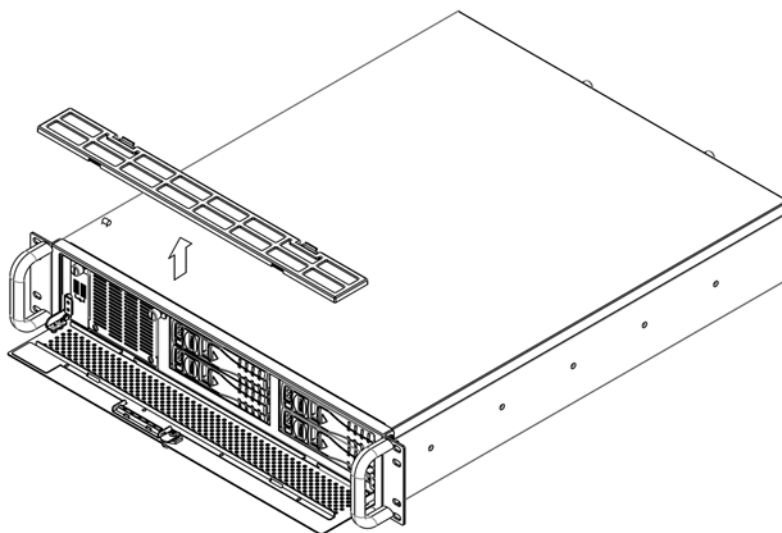

Figure 3.8: Removing the Filters/ 取出过滤器 / 取出濾網
2. Push the hook and pull the filter out. (see Figure 3.8)
2. 拨开挂钩，将过滤器拉出（如图 3.8 所示）。